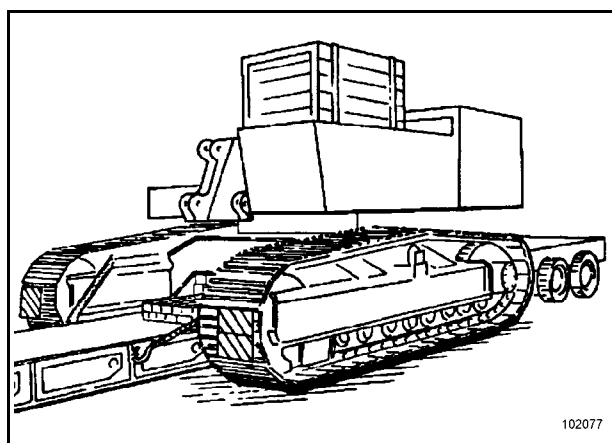

Fig. 2-62:
- Conducir la excavadora (sin contrapeso) desde la parte delantera a horcadas sobre la plataforma bajada y orientarla correctamente en sentido longitudinal y transversal (Fig. 2-62:).